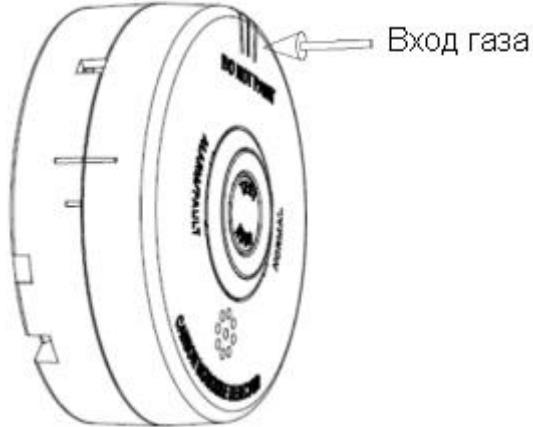

Рисунок 2.2.6.1
3. Распыляйте газ СО с концентрацией ≥ 85 ppm на извещатель во впускное отверстие для газа, как показано на рис. 2.2.6.1, до тех пор, пока извещатель не подаст сигнал тревоги.